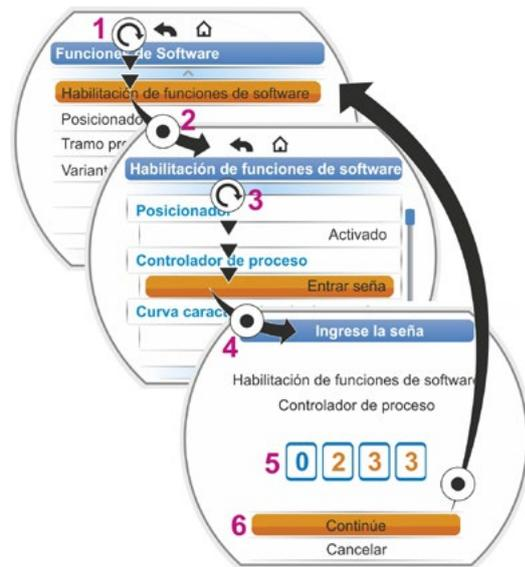

Fig. 2: Habilitación de función de software
2. Seleccionar ‘Habilitación funciones software’ (fig. 2, pos. 1) y confirmar (fig. 2, pos. 2). Aparece el menú con la relación de todas las funciones de software posibles y su estado: